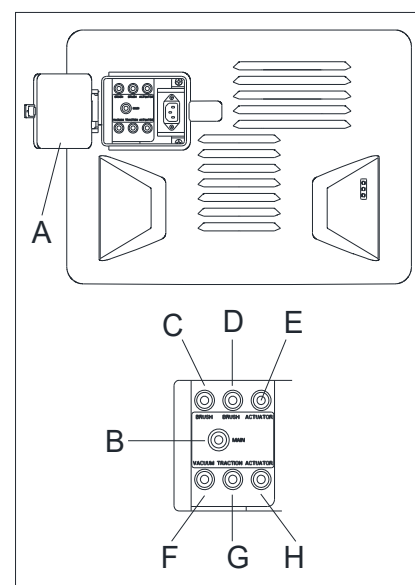

Рисунок 28
1. Снимите водонепроницаемую крышку (Рисунок 28, А)